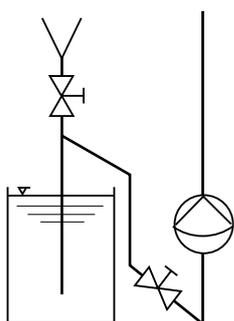
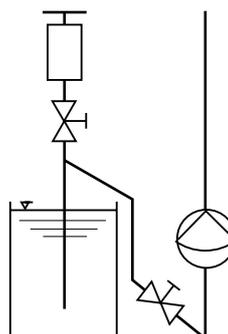

fig. 8
fig. 9
- ▶ Installer un dispositif d'alimentation (fig. 8) ou une pompe à vide (fig. 9) pour le tuyau à siphon (tuyau d'aspiration).